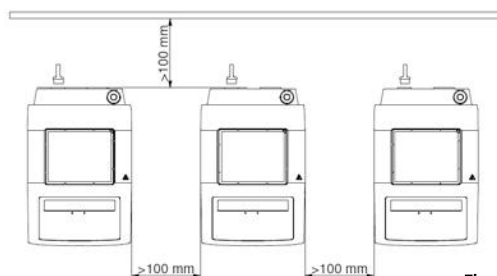

Fig. 2
- Respectez les écarts minimum entre les appareils, entre l'appareil et le mur et au-dessus de la structure (800 mm au moins), voir **Fig. 2**.